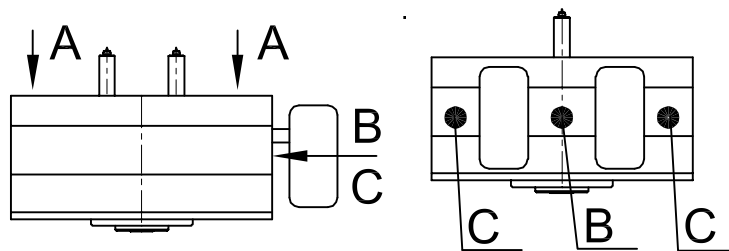

Abbildung 10: (z362-01 / z362-02) Mögliche Anschlagpunkte an einer Kalten Seite
- Kalte Seite (siehe Abb. 10):